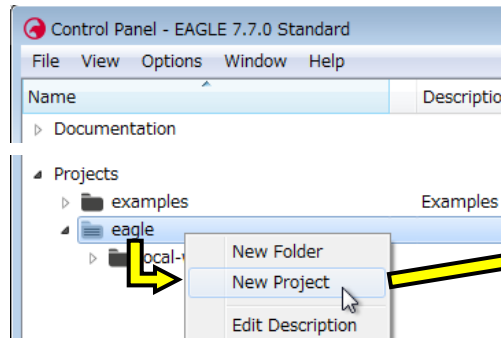

図 2
- ① EAGLE コントロール・パネルの Projects 配下の eagle フォルダにマウスポインタを置いて、右クリック→[New Project]と進みます。図 2